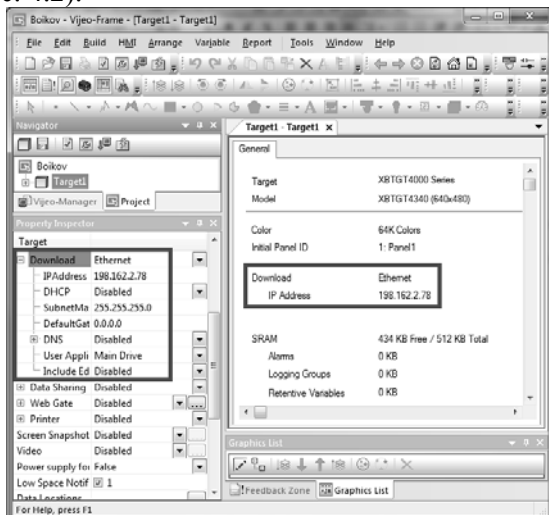

Рис. 4.2 Настройки соединения с панелью
2) Закончив с настройками проекта, необходимо настроить соединение с панелью. Для этого в окне Navigation левой кнопкой мыши 1 раз нажать на название устройства Target1, а затем в окне Property Inspector вкладке Download ввести настройки соединения с панелью (рис. 4.2).